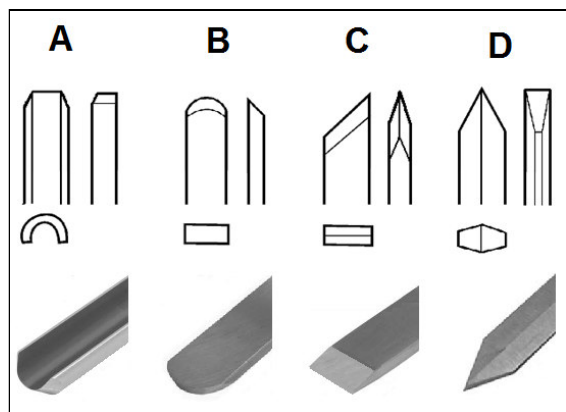
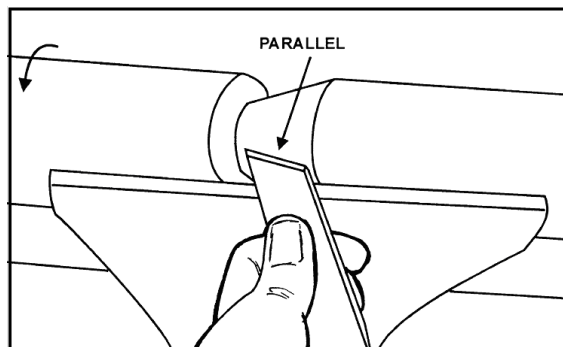

Рисунок 7.
Рисунок 9
**Трубчатый резец (А, Рис. 7)** Один из важных инструментов для токарной обработки.
**Шабер (В, Рис. 7).** Применяется для наружного и внутреннего калибрования, а также для удаления следов обработки.
**Косой резец (С, Рис. 7).** Применяется для проточки V-образных канавок, для наружного калибрования и для токарной обработки торцов древесины. Режущая кромка устанавливается параллельно направлению реза (Рис.9).
**Отрезной резец (D, Рис. 7).** Применяется для прямой врезки в заготовку, например при затыловке и отрезке. Может применяться также как шабер и для получения нужного диаметра.